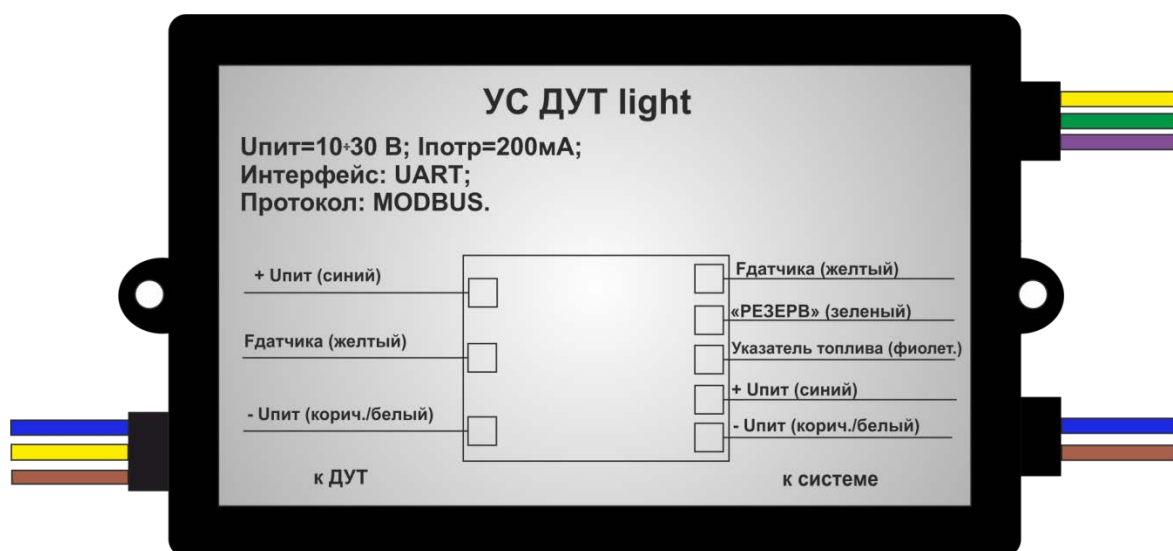
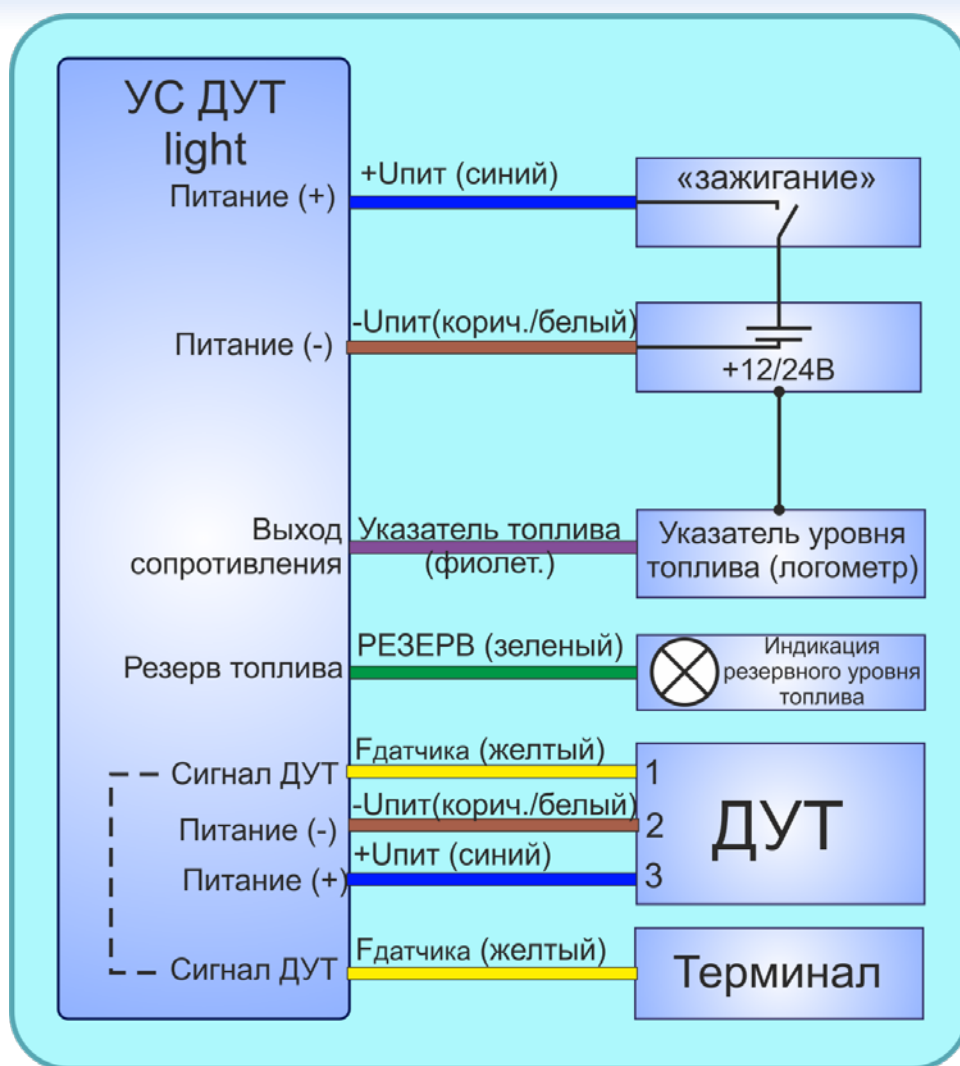

Рисунок 4 – Назначение и цвета проводов УС ДУТ
Рисунок 5 – Схема электрических подключений УС ДУТ
3. Подключить УС ДУТ согласно схеме электрических подключений, представленной на рис. 5. Назначение и цвета проводов приведены на рис. 4.